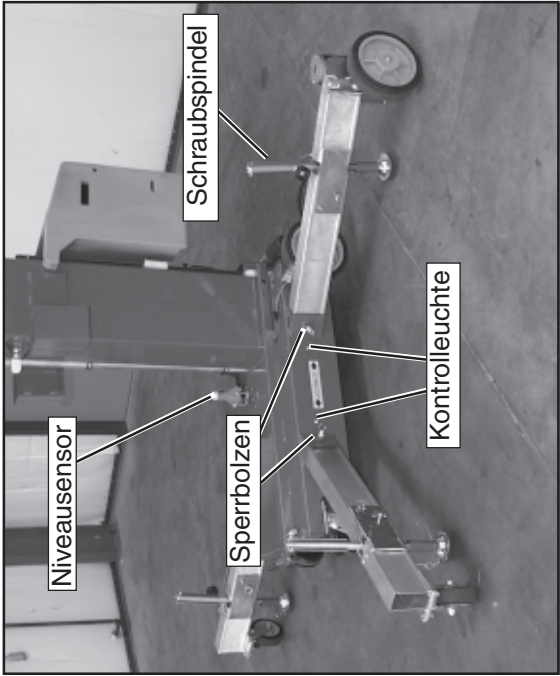

Abbildung 1: Einbau der Hilfsstützen
2. Hilfsstützen in die entsprechende Aufnahme am Fahrwerk einsetzen (Abb. 1).
5. Fahrwerk derart nivellieren, daß die Luftblase in der runden Libelle am Fahrgestell durch Nachstellen der Schraubspindeln am Ende der einzelnen Hilfsstützen zentriert ist (Abb. 1). Zum Nivellieren des Fahrgestells darf der Druck auf eine der Hilfsstützen NICHT durch Schraubendrehung nach links aufgehoben werden.